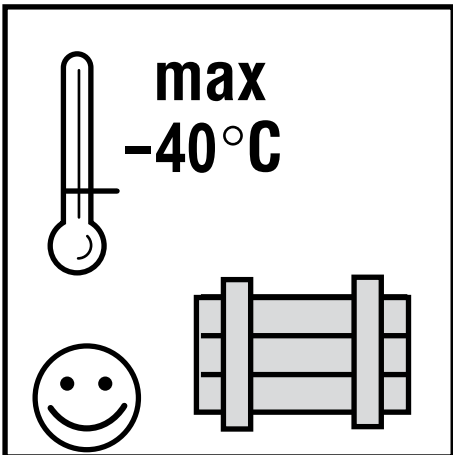

Fig.: 8
- Temperatura de armazenamento com o motor originalmente abastecido na fábrica não deverá ser inferior a  $-40^{\circ}\text{C}$ ; com abastecimento de água, evitar o risco de congelamento (Fig.: 8)